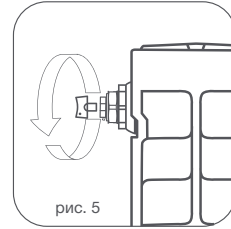

рис. 5
- 8.4. Для удаления воздуха из радиатора в верхний коллектор обязательна установка крана Маевского\* или автоматического воздухоотводчика. Для удаления воздуха через кран Маевского необходимо периодически (несколько раз в год) вручную стравливать его с помощью специального ключа\* (рис. 5)